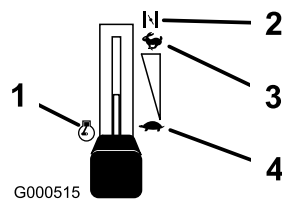

Figura 11
3. Prima di avviare il motore a freddo spostate la leva dell'acceleratore in posizione Starter (Figura 11).
5. Quando il motore è acceso, muovete la leva dell'acceleratore in posizione Fast (Figura 11). Se il motore stalla o esita, riportate la leva dell'acceleratore in posizione Starter per qualche secondo, portate quindi la leva dell'acceleratore nella posizione desiderata. All'occorrenza, ripetete il procedimento.
1. Portate la leva dell'acceleratore in posizione Fast (Figura 11).